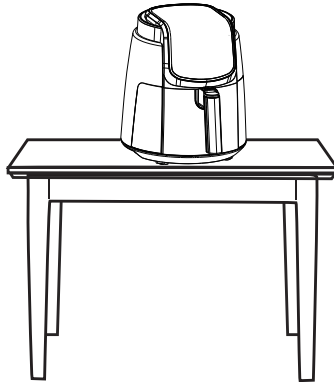

Abb. 1
- 1 Das Gerät sollte sicher auf einem ebenen Tisch positioniert werden (Abb. 1), so dass das Netzkabel eine ausreichende Länge zur Steckdose aufweist. Die Luft sollte um das Produkt zirkulieren können und das Gerät darf nicht in der Nähe von brennbaren Gegenständen aufgestellt werden.